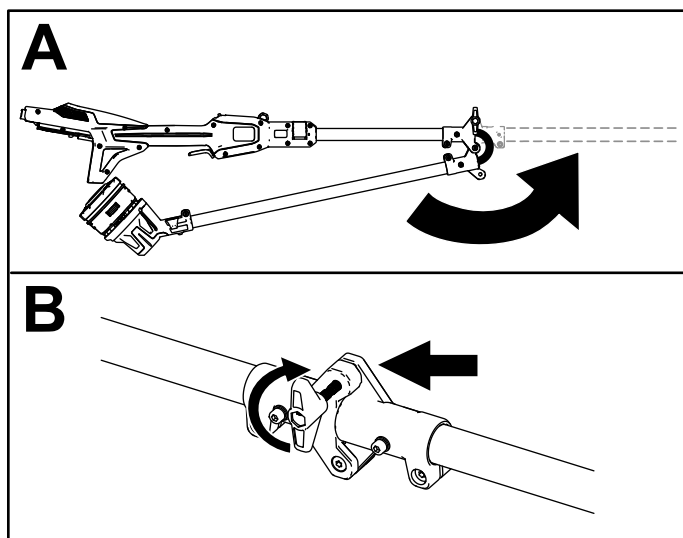

Figure 7
1. Dépliez l'arbre (A de la Figure 7).
2. Réunissez les deux parties de l'arbre au niveau du coupleur à l'aide du bouton de fixation (B de la Figure 7).